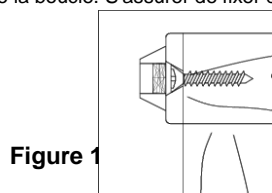

Figure 1
Utiliser une mèche de 3/32 po pour percer des avant-trous dans le meuble sur les « marques des vis ». Utiliser les DEUX (2) vis courtes pour fixer le support de montage côté meuble. Ce support de montage peut être installé à la verticale ou à l'horizontale, au besoin (voir la Figure 1).